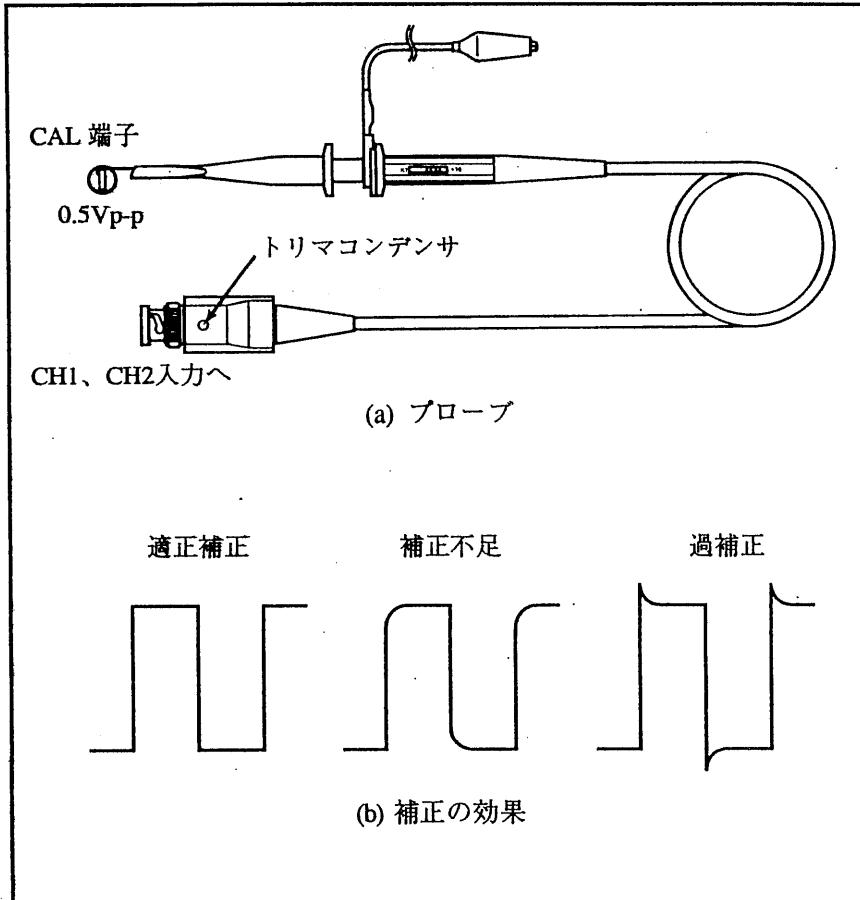

図 3-3 プローブの補正
- 手順8 オプションのプローブのBNCコネクタをCH1 (X) 入力コネクタ[8]に、その他端をCAL端子[32]に接続します。2.5DIVの振幅のパルス波形が表示されます。
- 手順9 パルス波形の上面や下面が傾斜したりオーバーシュート状となっている場合は、補正(本体の入力回路とマッチングをとるためのキャパシタンス調整)を行います。プローブのトリマコンデンサを、小さなネジ回しで回して調整します。図3-3を参照してください。